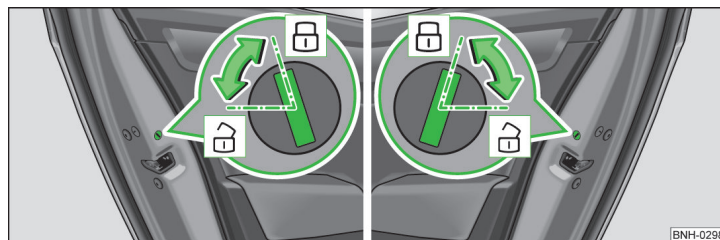

Fig. 31 Puerta posterior: a izquierda/derecha
**Encender y apagar el seguro para niños » fig. 31**